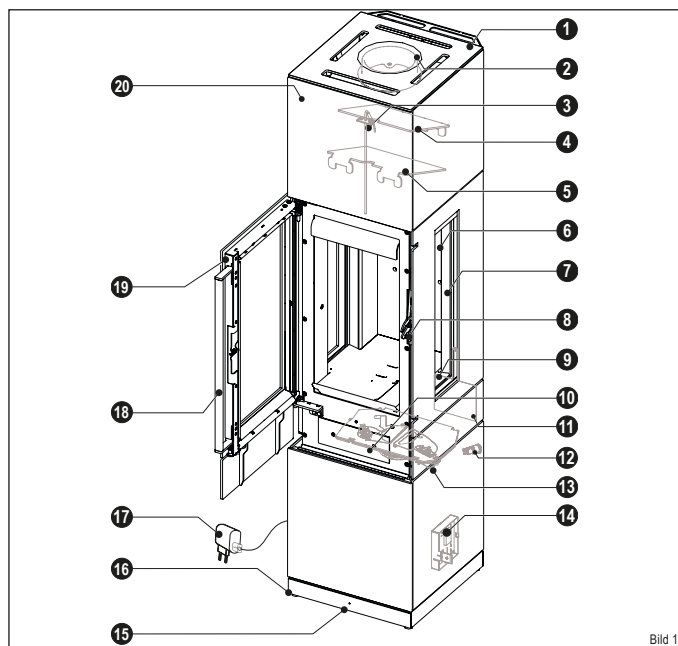

Bild 1
- Die Feuerraumauskleidung (Bild 1, Pos. 6) besteht aus Vermiculite (feuerfestes Mineral).
- Die Feuerraumtür (Bild 1, Pos. 19) des Kaminofens ist selbstschließend, d. h. die Feuerraumtür muss am Feuerraum-Türgriff (Bild 1, Pos. 18) beim Öffnen festgehalten werden (z. B. beim Nachlegen von Brennstoff).
- Beim Loslassen des Feuerraum-Türgriffs fällt dieser in den Türverschluss (Bild 1, Pos. 8) und schließt den Feuerraum selbsttätig dicht.
- Die iQ Technologie (Bild 1, Pos. 3; 12-15;) regelt automatisch die optimale Verbrennungslufteinstellung und Feuerraumtemperatur, um eine vollständige und schadstoffarme Verbrennung zu gewährleisten.
- Der Kaminofen besteht aus einem Stahlkörper (Bild 1, Pos. 20) und kann modellbedingt mit einer Stahl-, Keramik- oder Natursteinverkleidung versehen sein, um die Wärmespeicherung zu erhöhen.
- Über die Stellschrauben (Bild 1, Pos. 16) kann der Kaminofen ausgerichtet werden, um Unebenheiten der Aufstellfläche auszugleichen.
- Der Aschebehälter (Bild 1, Pos. 10) dient als Asche-Auffang und muss regelmäßig geleert werden. (siehe Kapitel „7.3.3 Aschebehälter und Feuerrost reinigen“)
- Über den Ein/Aus-Schalter (Bild 1, Pos. 12) kann die Regelung ein- und ausgeschaltet werden.
- Das Typenschild (Bild 1, Pos. 11) befindet sich hinter dem Kaminofen und kann ausgeklappt werden.
- Der Netzstecker und das USB-C Kabel (Bild 1, Pos. 17) verbinden die iQ Technologie mit dem Stromnetz.